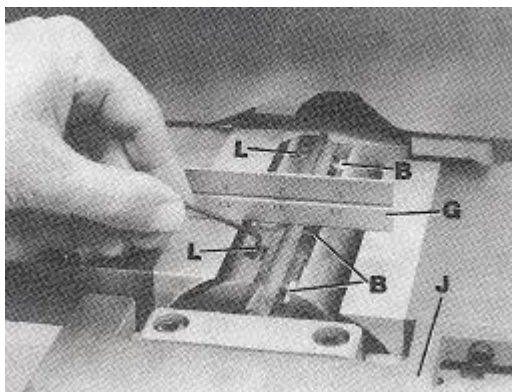

Рис. 43 Регулировка ножей
4. Опустите подающий стол (J), Рис. 43, и поместите линейку (G) на разгрузочный стол, выступающую над фрезерной головкой, как показано на рисунке.
6. Для подъема ножа используйте гаечный ключ, как показано на Рис. 43, и поворачивайте винт (L) по часовой стрелке, пока нож не коснется линейки (G). Повторите эти действия с другой стороны фрезерной головки.
7. Затяните три стопорных винта ножа (B), Рис. 43. Отрегулируйте оставшиеся два ножа таким же образом. **ВНИМАНИЕ:** Перед включением станка убедитесь, что все ножи надежно закреплены.